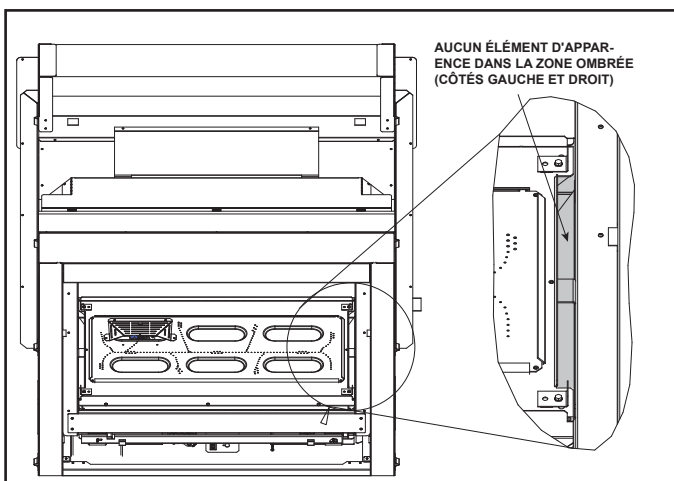

Figure 9.8 Aucun élément d'apparence en pierre de verre dans le vide
1. Répartir uniformément l'élément d'apparence en pierre de verre dans le plateau de base et sur le sommet du brûleur. Ne pas bloquer la zone ouverte avec le verre réfractaire. Cette zone doit demeurer ouverte pour conserver un flux d'air adéquat. Voir la figure 9.8.
REMARQUE : Un soin devrait être porté à éviter de placer l'élément d'apparence en pierre de verre entre la gauche et la droite du plateau d'élément d'apparence et la boîte à feu. Bloquer cet espace pourrait causer une apparence de flamme indésirable. Voir la figure 9.8.